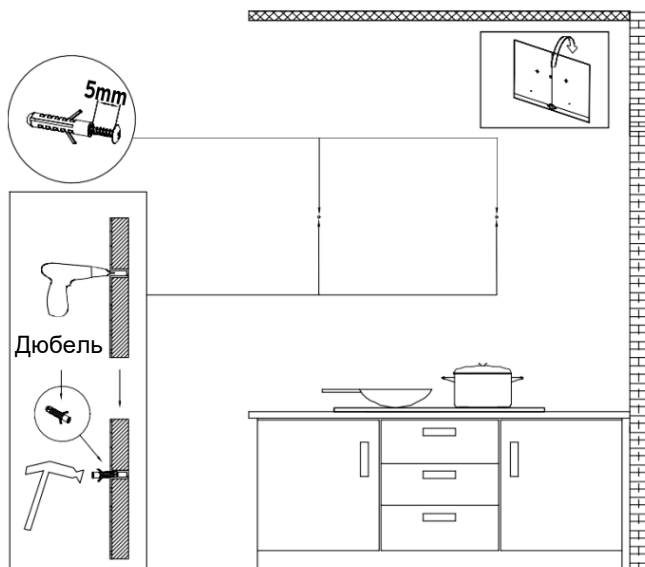

Рисунок 9
3) Просверлите отверстия на стене в отмеченных точках (сверло 8 мм), вставьте в них 2 дюбеля с винтами 4x30 мм\* (входят в комплект поставки), оставив 5-10 мм длины винта снаружи стены. (см. рисунок 9)